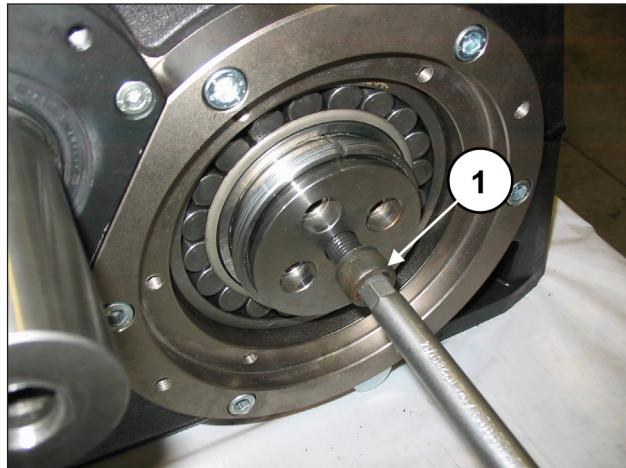

Abb. 79
Drehen Sie eine Schraube M16 ausreichender Länge (35-40 mm) in die Bohrung M16 der Kurbelwelle bis zur kompletten Auflage des Flanschs an der Buchse ein (Pos. ①, Abb. 79). Ziehen Sie die Schraube nicht fest.